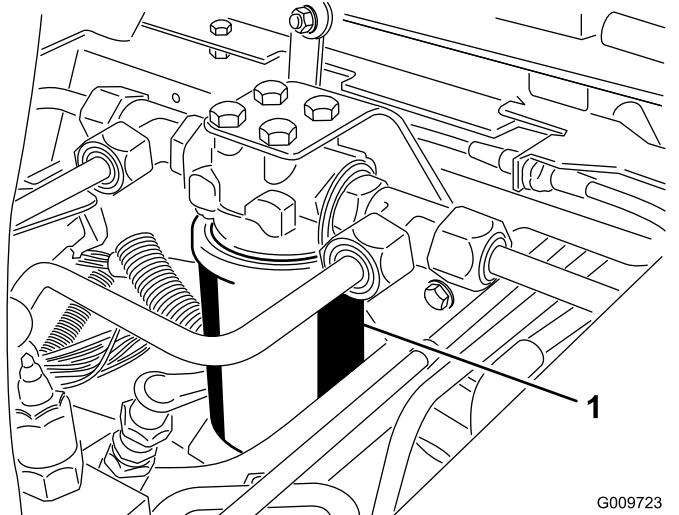
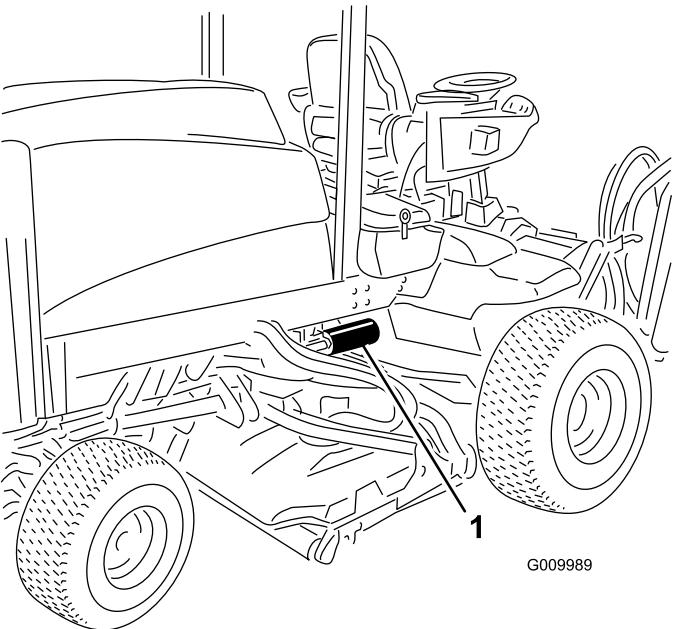

Figure 49
Figure 50
2. Nettoyez la zone autour de la surface de montage du filtre. Placez un bac de vidange sous le filtre et déposez le filtre (Figure 49 & Figure 50).